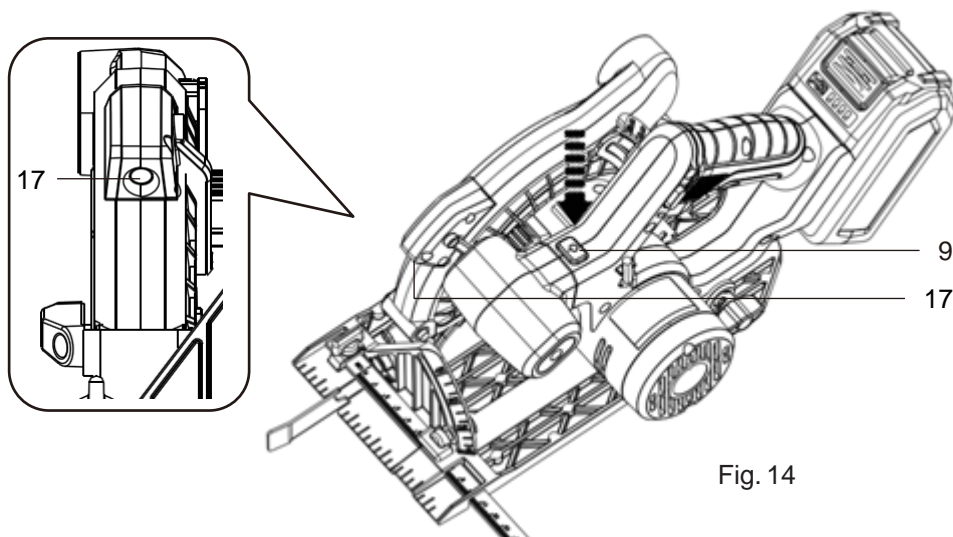

Fig. 14
1. Para melhorar e simplificar o corte em ambientes de fraca luminosidade, esta ferramenta está equipada com uma luz de trabalho LED (17).
2. Para ligar a luz de trabalho LED (17), pressione o interruptor de ligar/desligar da luz (9) (Fig. 14).
3. Para desligar a luz de trabalho LED (17), pressione o interruptor de ligar/desligar da (9) novamente (Fig. 14).